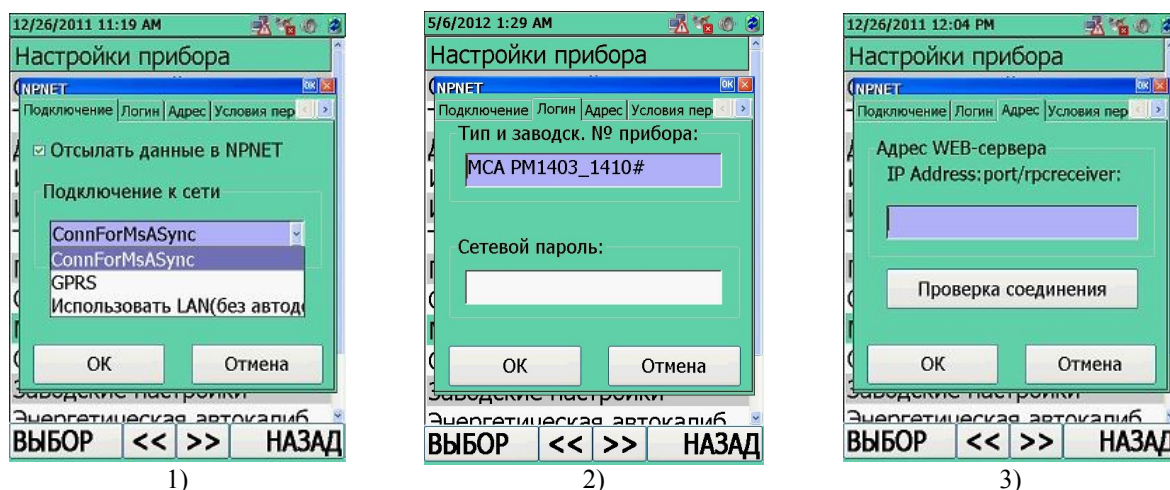

Рисунок 11.57
- в опции **"Подключение к сети"** выбран тип соединения - Microsoft ActiveSync, модуль GPRS или LAN, рисунок 11.57 (1).
- в опции **"Тип и заводск. № прибора"** введен тип и серийный номер прибора, рисунок 11.57 (2);
- в опции **"Адрес WEB-сервера, IP Address: port/rpcreceiver:"** введен корректный IP адрес NPNET сервера, рисунок 11.57 (3). IP адрес/логин и пароль администратора ресурса NPNET указывается в сопроводительной документации при поставке Системы NPNET.